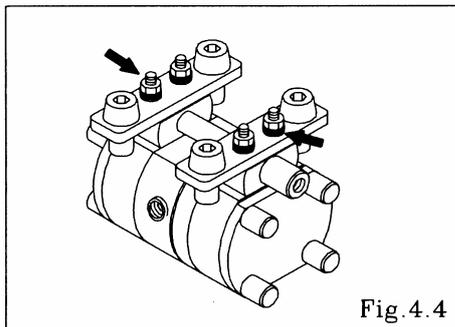

Fig.4.4
- Invierta el conjunto del cuerpo principal. [Fig. 4.4]
- Extraiga los tirantes verticales y retire la base y Junta tórica (DP-25F, DP-38F) y el colector de entrada. [Fig. 4.4]